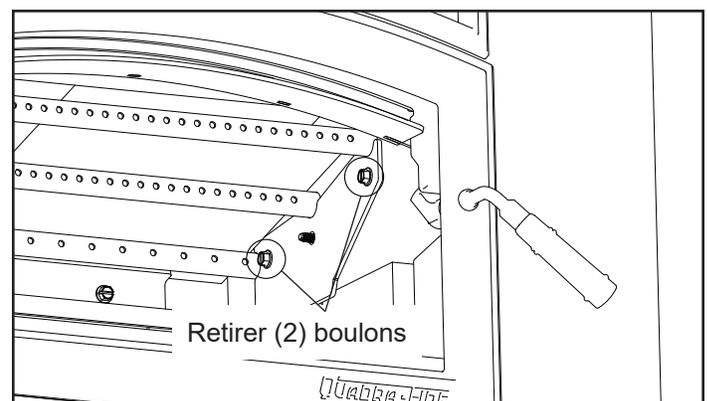

Figure 20.4
3. Localisez les 2 boulons à l'intérieur de la chambre et retirez-les à l'aide d'une clé à douille 3/8 (Figure 20.4).